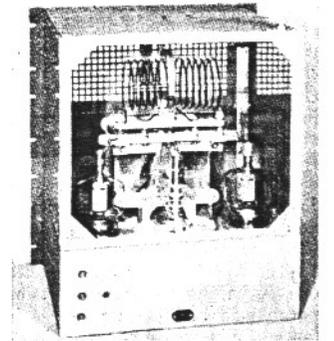

Figura 8
- NC — Véase texto y figura 8.